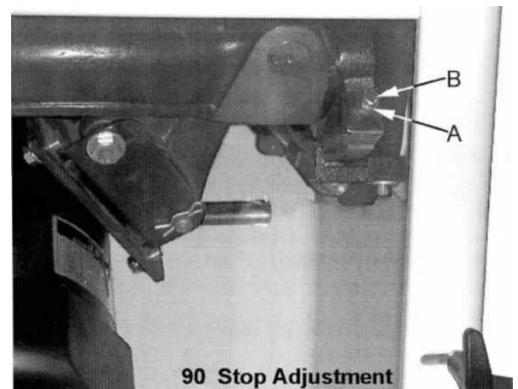

Рис. 20
5. Если пильный диск не под углом 90 градусов, откройте дверь крышку эл.двигателя, ослабьте контргайку (А см. рис. 20) и поверните стопорный винт регулировки (В, рис. 20) на передней цапфе во внутрь или наружу. Регулировочный винт следует прекратить вращать на переднем кронштейне цапфы, когда пильный диск находится в 90° к столу.
9. Проверьте правильность указателя (С, рис. 20) на угол масштаба и скорректируйте, если это необходимо.